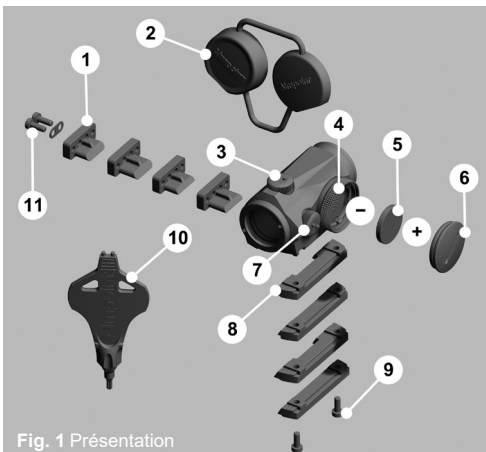

Fig. 1 Présentation
- 2 Introduisez la **PILE (CR2032)** en orientant le pôle positif (+) vers le **COUVERCLE** comme illustré sur la Fig. 1.